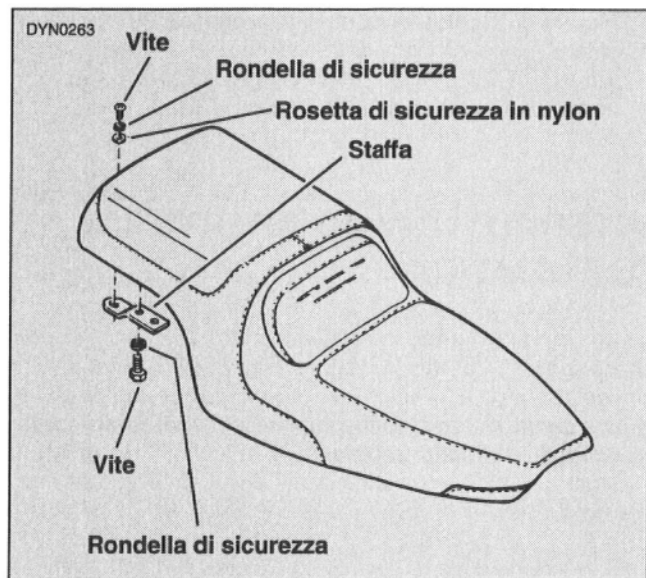

Figura 47. Hardware del sedile e di montaggio (tipico)
1. Vedere la figura 47. Rimuovere la vite e la rondella dalla staffa del sedile posteriore.